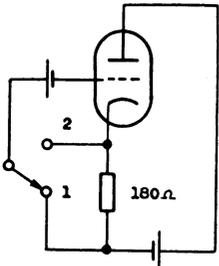

Fig. 76
76. Bei der Röhrenschtaltung gemäß Fig. 76 erhöht sich der Anodenstrom, wenn der Umschalter von Kontakt 1 auf Kontakt 2 umgeschaltet wird. Um in Stellung 2 den ursprünglichen Anodenstrom wieder zu erhalten, muß der Kathodenwiderstand von 180 Ohm durch einen solchen von 2700Ω ersetzt werden. Wie groß ist der Verstärkungsfaktor der Röhre?